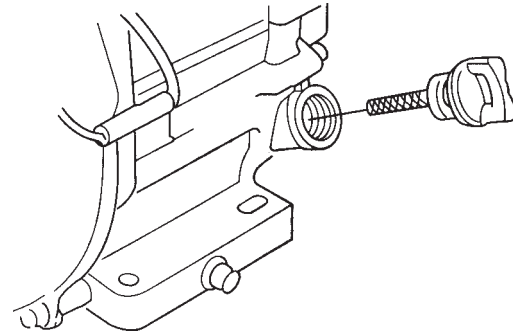

Abbildung 5. Motorölmessstab (Ausbau)
2. Den Ölmessstab aus der Öleinfüllöffnung (Abbildung 5) ziehen und sauber wischen.